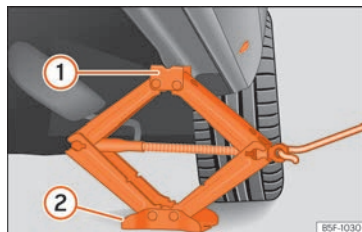

Fig. 77 Colocación del gato.
- Gire la manivela del gato*, situado bajo el punto de apoyo del larguero, para elevarlo hasta que la pestaña ① »» fig. 77 quede situada bajo el alojamiento previsto.
- Alinee el gato* de modo que la pestaña ① “agarre” en el alojamiento previsto del larguero y la placa base móvil ② quede apoyada en el suelo. La placa base ② debe caer en la vertical respecto al punto de apoyo ①.